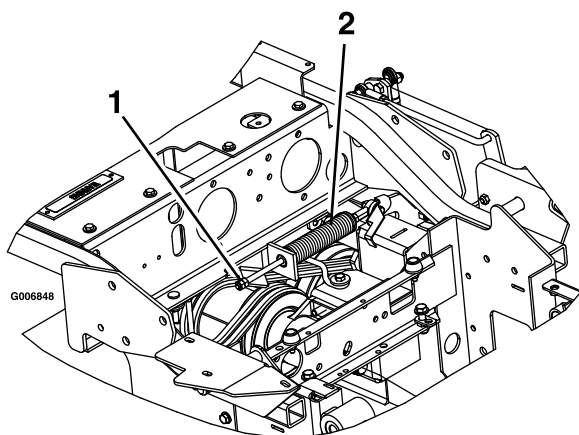

Figura 59
3. Localice el muelle del freno y desenrosque las dos contratueras hasta el extremo de la varilla del muelle del freno (Figura 59).